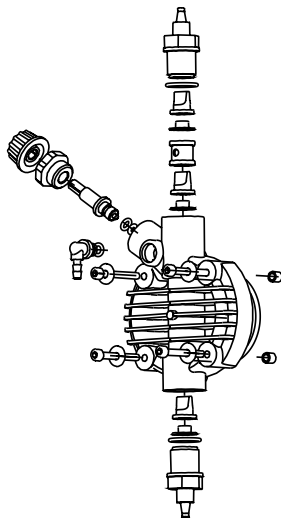

Fig. 10
- 3. Eliminare dal corpo pompa tutto il liquido presente, smontando e rimontando il corpo pompa utilizzando le quattro viti di fissaggio (Fig. 10).**
3. Eliminare dal corpo pompa tutto il liquido presente, smontando e rimontando il corpo pompa utilizzando le quattro viti di fissaggio (Fig. 10).
2. Controllare almeno ogni 6 mesi il funzionamento della pompa, la tenuta delle viti e delle guarnizioni, per liquidi particolarmente aggressivi effettuare controlli anche più frequenti, controllare in particolare la concentrazione dell'additivo nell'impianto; una riduzione di tale concentrazione potrebbe essere determinata dalla usura delle valvole (che in tal caso vanno sostituite facendo attenzione nel rimontarle come in Fig. 10) o dall'intasamento del filtro che va pulito come al successivo punto 3.
Per effettuare questa operazione, se l'apparecchiatura non è fissata all'impianto si può farla pulsare per pochi secondi (15-30) tenendola capovolta e senza tubetti collegati ai raccordi, se ciò è impossibile smontare e rimontare il corpo pompa (Fig. 10), utilizzando le quattro viti di fissaggio.
Data la robustezza del sistema, guasti meccanici veri e propri non se ne verificano. Talvolta possono verificarsi perdite di liquido da qualche raccordo o ghiera fissatubo allentati, o più semplicemente dalla rottura del tubetto di mandata. Raramente eventuali perdite potrebbero essere determinate dalla rottura della membrana o dall'usura della guarnizione di tenuta della membrana stessa. Questi componenti in tal caso vanno sostituiti smontando le quattro viti del corpo pompa (Fig. 10), rimontando tali viti, serrarle in modo uniforme. Una volta eliminata la perdita, occorre pulire la pompa dosatrice da eventuali residui di additivo che ristagnando potrebbero aggredire chimicamente la cassa della pompa.
❶ - LA POMPA DOSATRICE DA IMPULSI MA NON IMMETTE ADDITIVO NELL'IMPIANTO
- a. Smontare le valvole di aspirazione e mandata, pulirle e rimontarle nella stessa posizione (Fig. 10). Nel caso in cui si riscontrasse un rigonfiamento di dette valvole, verificare sull'apposita tabella la compatibilità dell'additivo con il tipo di valvola montata sulla pompa (valvola standard in Viton; su richiesta valvole a sfera).